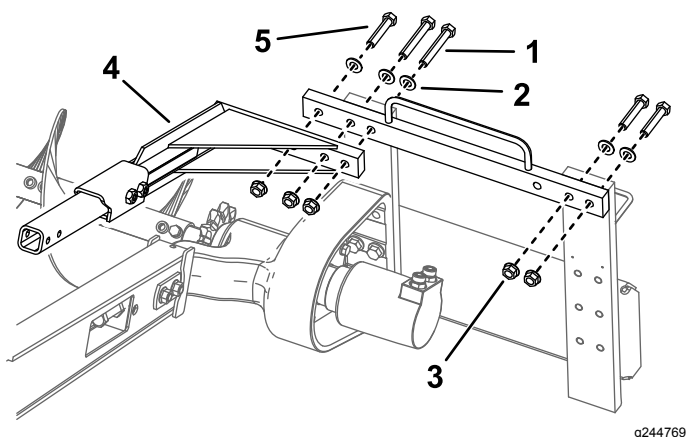

Figura 9
1. Bullone (6)
8. Rimuovete i 2 bulloni ($\frac{5}{8}$ " x 3"), le 2 rondelle e i 2 dadi che fissano il lato destro del telaio superiore e inseriteli nei fori corrispondenti sul lato sinistro (Figura 9).
9. Montate la barra di sicurezza sulla catena dello scavafoffi utilizzando i tre bulloni, le rondelle e i dadi flangiati precedentemente rimossi (Figura 9).